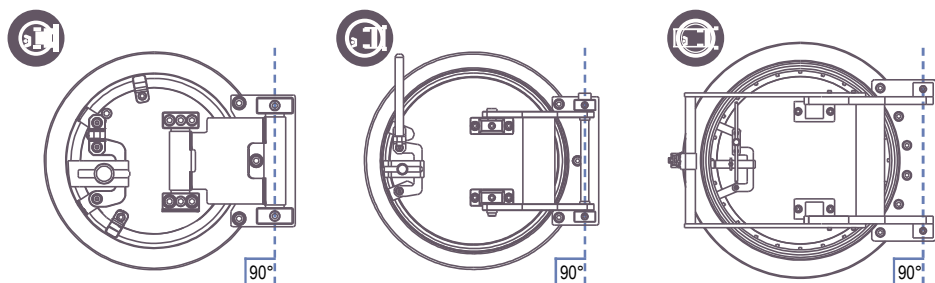

Fig. 1
a. Presentar y **alinear perfectamente la tapa con el recipiente o cañería**. Verificar que el eje imaginario de la bisagra quede en posición vertical para su correcto funcionamiento. Ver fig. 1.